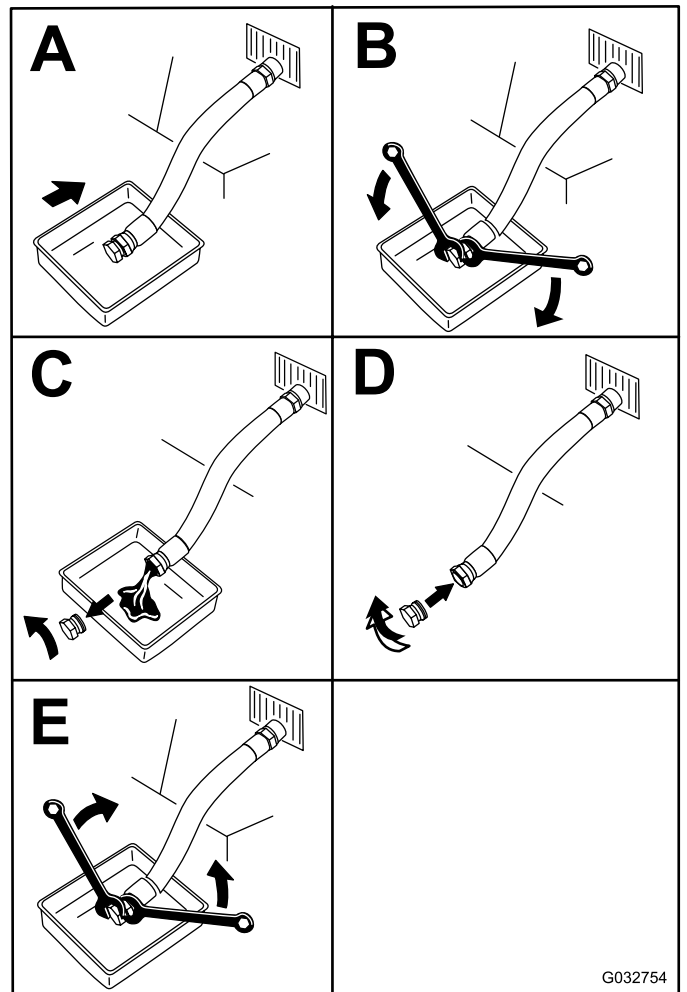

Figure 32
5. Vidangez l'huile (Figure 32).